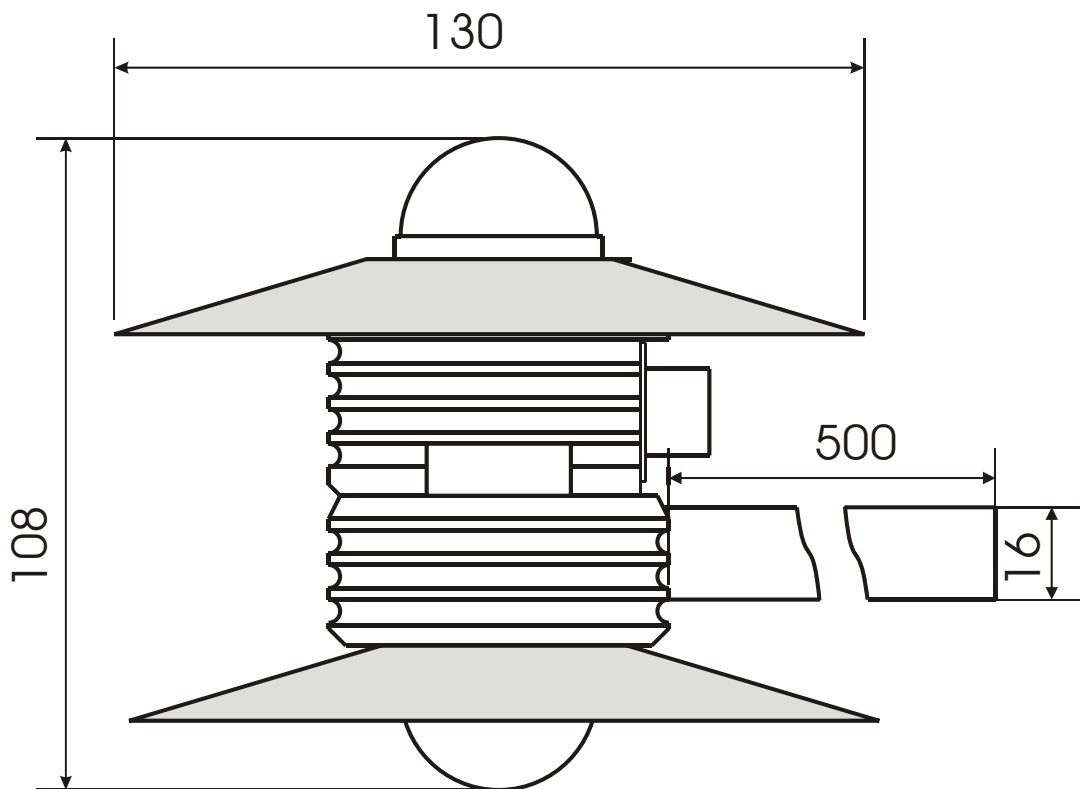

Figura 1
L'albedometro LP PYRA 06 (Figura 1), misura la radiazione totale netta e l'albedo dei terreni (l'albedo è definito come il rapporto tra la radiazione diffusa da una determinata superficie e la quantità di radiazione che arriva sulla superficie).
- Per un accurato posizionamento orizzontale, l'LP PYRA 06 è dotato di bolla. Il fissaggio può essere fatto attraverso l'asta in dotazione allo strumento, si veda la figura 1.
Dimensioni:	figura 1